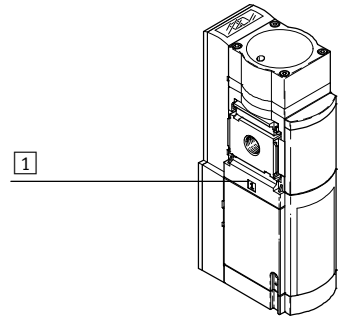

Fig. 15 Durchflussrichtung
- Beachten Sie die Durchflussrichtung von 1 nach 2. Als Orientierung dienen die Ziffern **1** und **2** auf dem Produktgehäuse (→ Fig. 15).